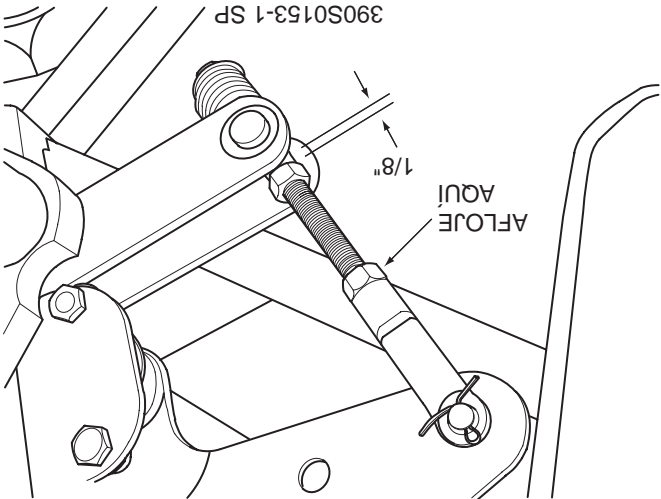

Figura 6-2 Ajuste de la varilla de freno
4. Con el freno en la posición accionada, verifique la distancia entre la tuerca inferior de la varilla del accionador de freno y la palanca del accionador de freno en el lado izquierdo de la máquina. La distancia debe ser 1/8" (Vea la Figura 6-2).
5. Si la distancia no coincide con la medida especificada, afloje la contratuercas en la horquilla con ojales situada sobre la varilla del accionador del freno (Ver la Figura 6-2).
6. Gire el perno en el fondo de la palanca del accionador de freno hasta que se alcance la medida de 1/8" y apriete la contratuercas en la horquilla con ojales en la varilla del accionador de freno. (Vea la Figura 6-2).